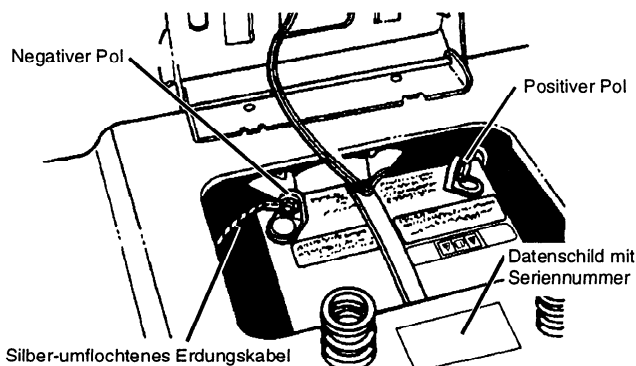

ABBILDUNG 6
- Rotes Batteriekabel mit einer 6 mm Sechskantkopfschraube und 6 mm Flanshmutter aus der Teileverpackung und dem positiven (+) Batteriepol verbinden und fest anziehen (siehe Abbildung 6).